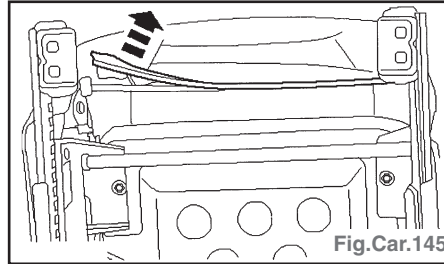

Fig.Car.145
- Détacher la housse de dossier de la face inférieure du siège (détacher la bande de retenue) (Fig.Car.145).